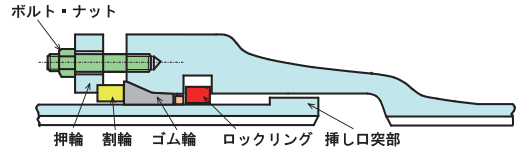

図 6 S 形継手 (現在) の構造
- ③最終的には、ロックリングが管にしっかり抱き着くように改良してセットボルトをなくすことに成功し、図 6 に示す施工性が大きく向上した現在の S 形管に至る。